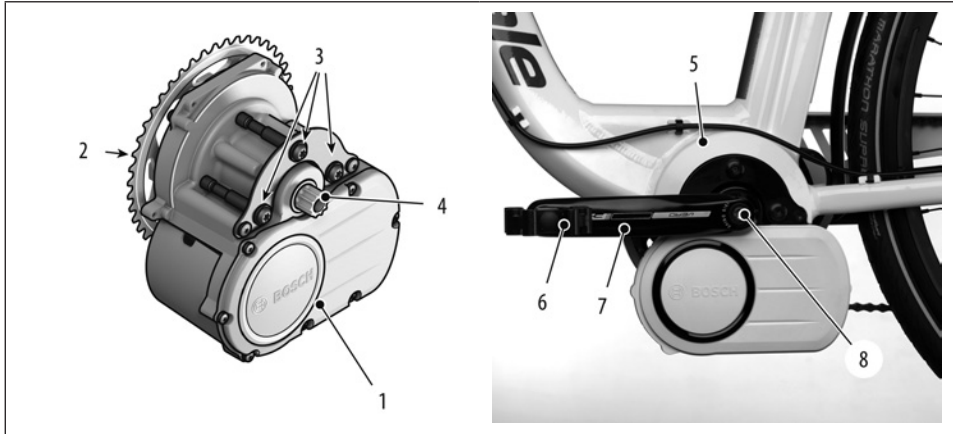

Figure 2.
Voir Figure 2. Le moteur BOSCH (1) est installé au niveau du jeu de pédalier (5). Les câbles de commande du dispositif de commande HMI, de la batterie et du capteur de vitesse passent à l'intérieur du cadre du vélo.